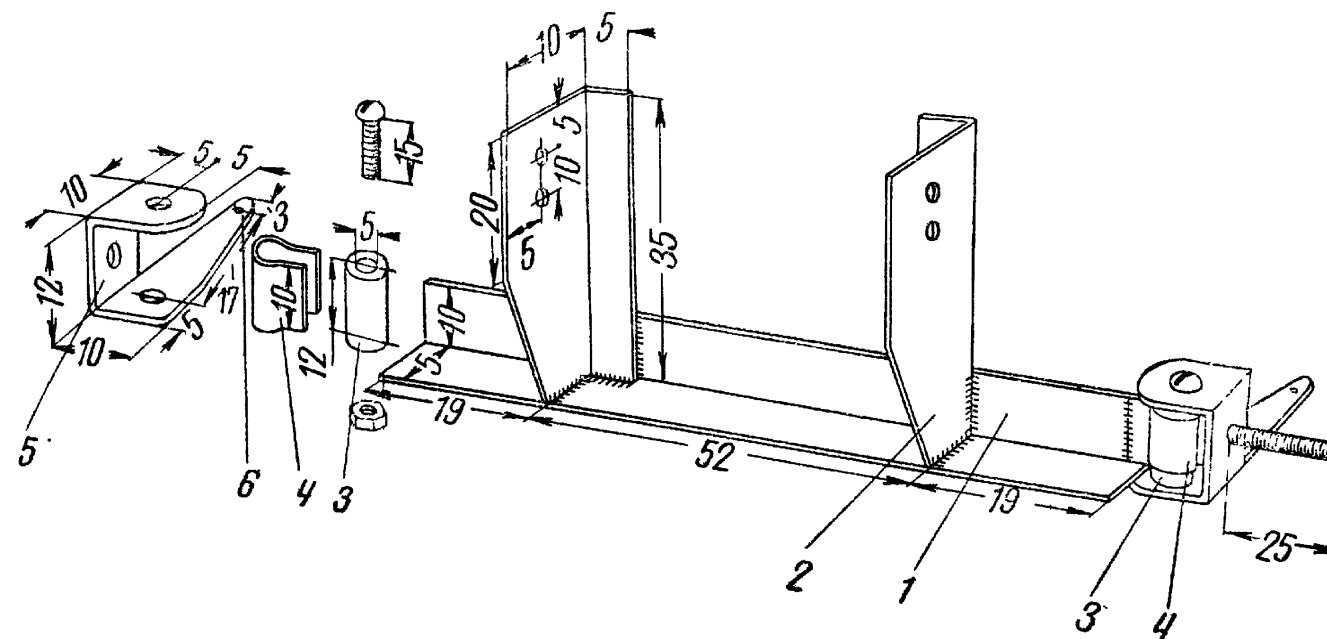

Рис. 2. Передний мост
**Передний мост** — самая сложная часть модели, поэтому изготавливайте его особенно аккуратно. Передний мост показан на рис. 2. Это поперечная балка 1, имеющая уголкообразное поперечное сечение с двумя такими же уголкообразными кронштейнами 2, при помощи которых передний мост крепится к раме модели. На концах балки припаяны кулаки — обрезки медных трубок 3. Чтобы трубки надежно держались и при ударе колес о препятствия не отломались, крепление усильте хомутиками 4 — полосками жести, туго охватывающими кулаки и припаянными к балке моста. Заготовку
для балки и кронштейнов выпилите из железа толщиной один миллиметр и согните в тисках, чтобы высота одной стороны уголка была 5 мм, а другой 10 мм. В кронштейнах просверлите отверстия по 3 мм для болтиков, которыми передний мост крепится к раме. Затем припаяйте кронштейны к балке (рис. 2). Расстояние между кронштейнами должно быть 52 мм, т. е. такое же, как и расстояние между балками рамы.
**Цапфа** — это поворотная деталь с небольшой осью для переднего колеса. Благодаря цапфам, которые поворачиваются на кулаках, могут поворачиваться и передние колеса. Размеры цапфы приведены на рис. 2. Разметьте цапфу вместе с поворотным рычагом 6 на железе толщиной 1 мм. Затем выпилите и согните в тисках. Только после этого сверлите отверстия — верхнее, нижнее и боковое, каждое диаметром 4 мм и одно отверстие, на поворотном рычаге, диаметром 2 мм. Проследите, чтобы верхнее и нижнее отверстия были одно против другого. Если отверстия окажутся сдвинутыми, сделайте другую цапфу. Для передних осей найдите два винта длиной 25 мм